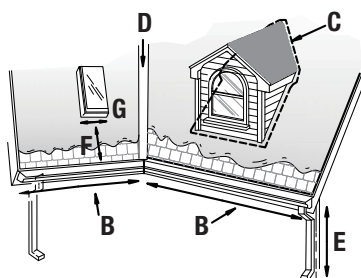

Figura B-3. Medidas del techo
PASO 1. Para cada área enumerada en la Tabla B-5, mida las dimensiones requeridas (consulte la Figura B-1 en la página 17 y la Figura B-3) y calcule la longitud de cable necesaria. Suma cada cálculo de «área» para determinar la longitud total de cable necesaria.